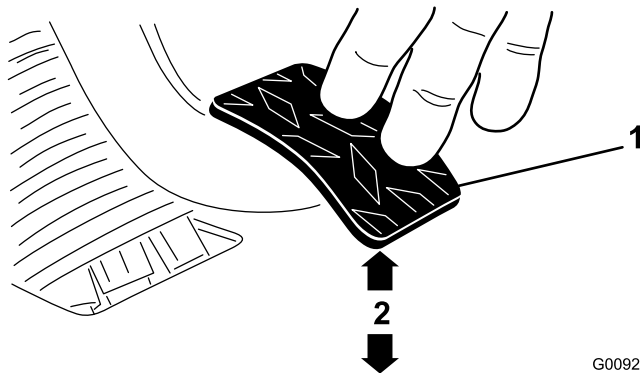

Bild 70
3. Stellen Sie die Klemmmuttern und/oder Kugelgelenk ein, bis sich die untere hintere Kante des Kupplungspedals $9,5 \text{ cm} \pm 3 \text{ mm}$ von der Oberseite des Bodenplattensternmusters befindet, wenn Sie eine Kraft von $1,8 \text{ kg}$ auf das Pedal anwenden (Bild 70).